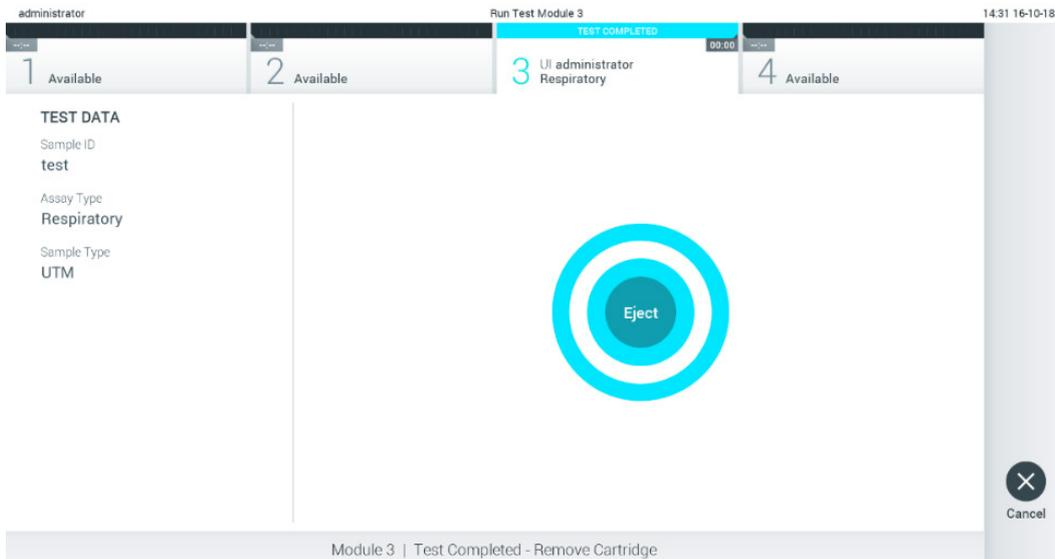

Abbildung 29. Anzeige des Bildschirms Eject (Auswerfen).
10. Nach Abschluss des Tests wird der Bildschirm Eject (Auswerfen) angezeigt (Abbildung 29).